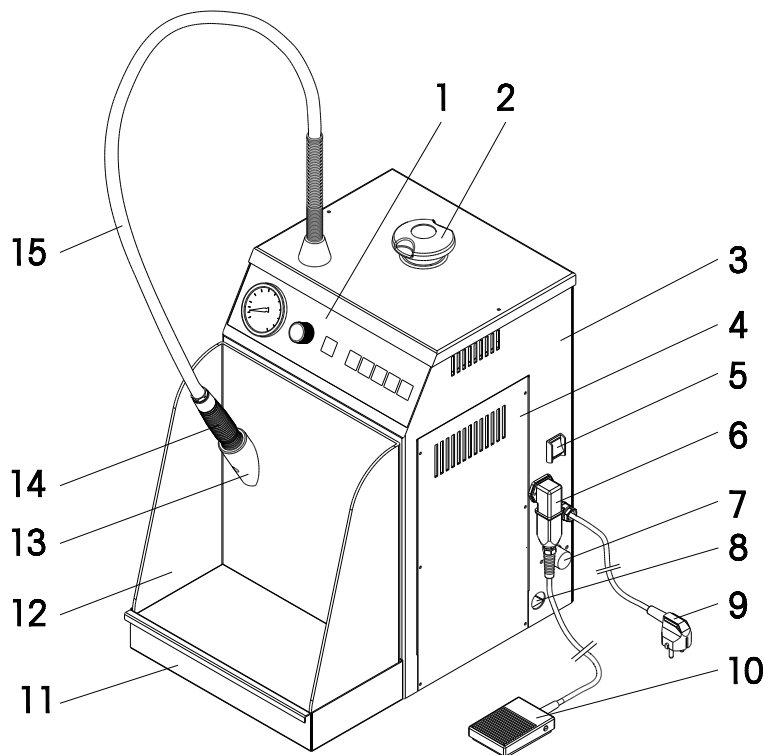

Abb. 1: Geräteansicht von rechts
- Den Wasserablassschlauch mit der mitgelieferten Schlauchschelle an den Abflusshahn befestigen. Der Abflusshahn befindet sich im unteren Bereich des Gerätes. Vor dem Befestigen des Wasserablassschlauches den Boden abnehmen. Den Wasserablassschlauch durch die Öffnung (8), siehe Abb. 1, in der rechten oder linken Seitenwand durchführen.
- Der Wasserablassschlauch mit der mitgelieferten Schlauchschelle an den Abflusshahn befestigen. Der Abflusshahn befindet sich im unteren Bereich des Gerätes. Vor dem Befestigen des Wasserablassschlauches den Boden abnehmen. Den Wasserablassschlauch durch die Öffnung (8), siehe Abb. 1, in der rechten oder linken Seitenwand durchführen.
- Den Fusschalter (10) an das Gerät anschliessen und mit dem dabei vorhandenem Bügel sichern.